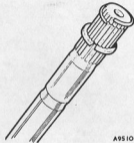

Abb. G.5 Das Keilprofil-Kugelgelenkbohrung der Antriebswelle, hier mit Sprengring und Handquerschnitt-Federring abgedichtet.
- (24) Den Handquerschnitt-Federring mit einem neuen ersetzen (Abb. G.5). Bei Wiederinhub der Welle einen neuen Sprengring montieren.